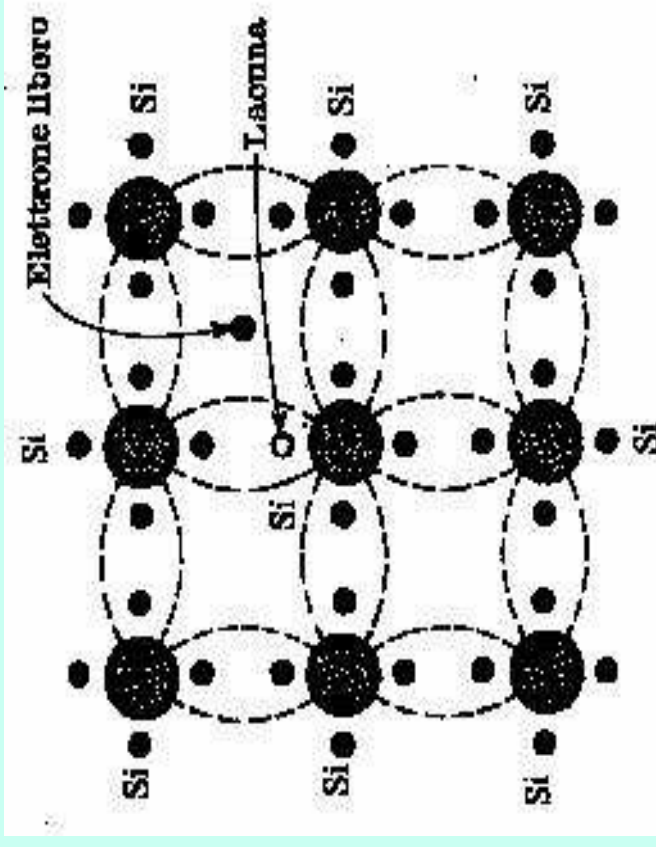

Fig. 2 - Cristallo di silicio nel quale un legame covalente è stato spezzato .
- La mancanza di un elettrone in un legame covalente è rappresentato **in fig.2** da un cerchietto e questo legame incompleto è chiamato **lacuna**. L'importanza della lacuna risiede nel fatto che essa si comporta come un portatore di carica, proprio come un **elettrone libero**.